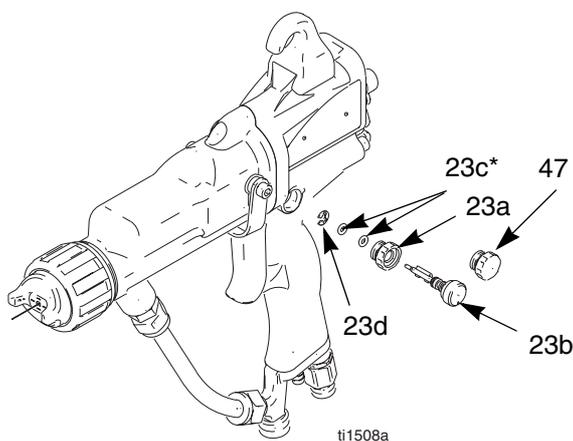

Abb. 22. Zerstäuberluftbegrenzungsventil
2. Zerstäuberluftventil (23) ausbauen. Den O-Ring (23c*) überprüfen. Bei Bedarf auswechseln. Siehe Abb. 22.
3. Ein neues Zerstäuberluftventil (23) einbauen oder das vorhandene Ventil auseinanderbauen und die Teile einzeln auswechseln. Der Ventilvorsprung muß so ausgerichtet sein, daß ein Abstand zum Schaft des Luftventils (21) vorhanden ist.